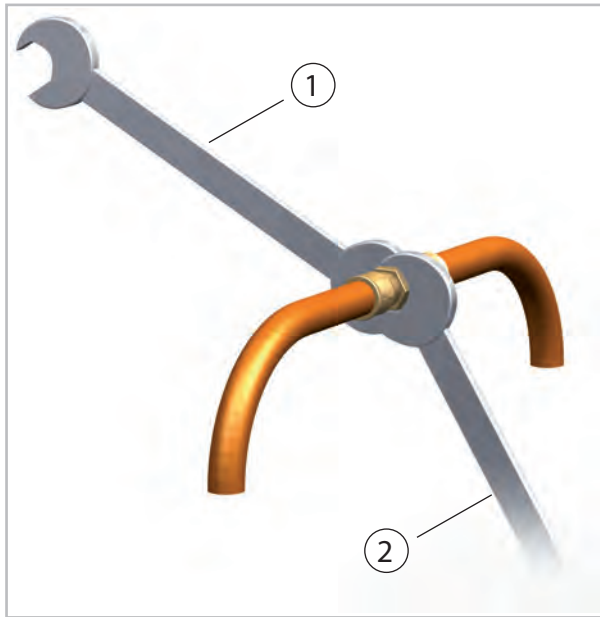

Abb. 33: Verschraubungen anziehen
11. ➤ Befestigen Sie nun endgültig die Verschraubungen mit 2 Maulschlüsseln geeigneter Schlüsselweite. Halten Sie während des Schraubens auf jeden Fall mit einem Maulschlüssel gegen (Abb. 33).